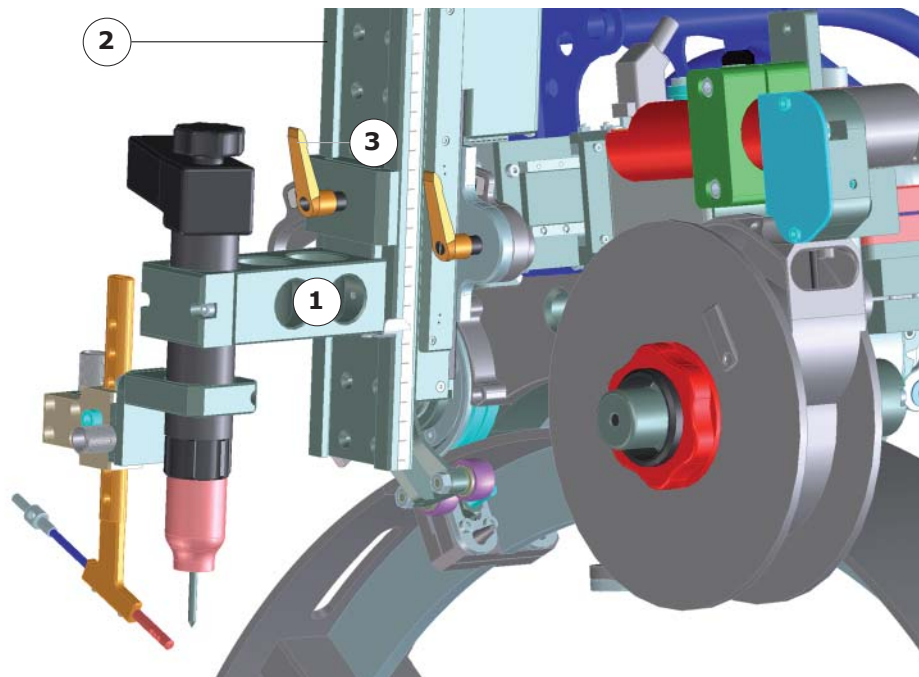

Abb. 5.8 - Einsetzen des WIG-Brenners WP27
- Den WIG-Brenner WP27 zusammen mit der Halterung (Abb. 5.8 - Index 1) in die Schlittenführung (Abb. 8 - Index 2) einsetzen.
- Brenner und Halterung durch Betätigen des Hebels (Abb. 5.8 - Index 3) befestigen.